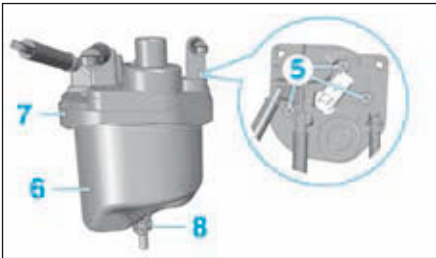

FIG.56
- Déposer les vis (4).
- Déposer les vis (5) (Fig.56).
- Séparer l'élément filtrant (6) du couvercle (7).